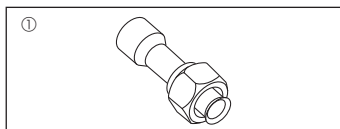

Fig. 1-1
1.6. Accessoires de l'appareil extérieur (Fig. 1-1) (SHW230)